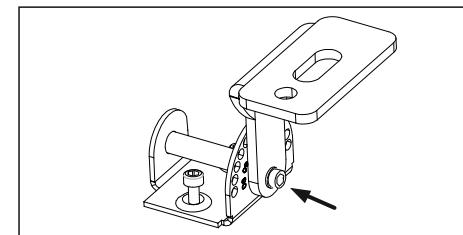

Рис. 2
- Отрегулируйте угол наклона осветительного прибора: для этого необходимо ослабить боковые винты на лире, предназначенные для фиксации угла наклона светильника, с помощью шестигранника (Н4). После регулировки угла наклона светильника, надежно затяните боковые винты (рис. 2).